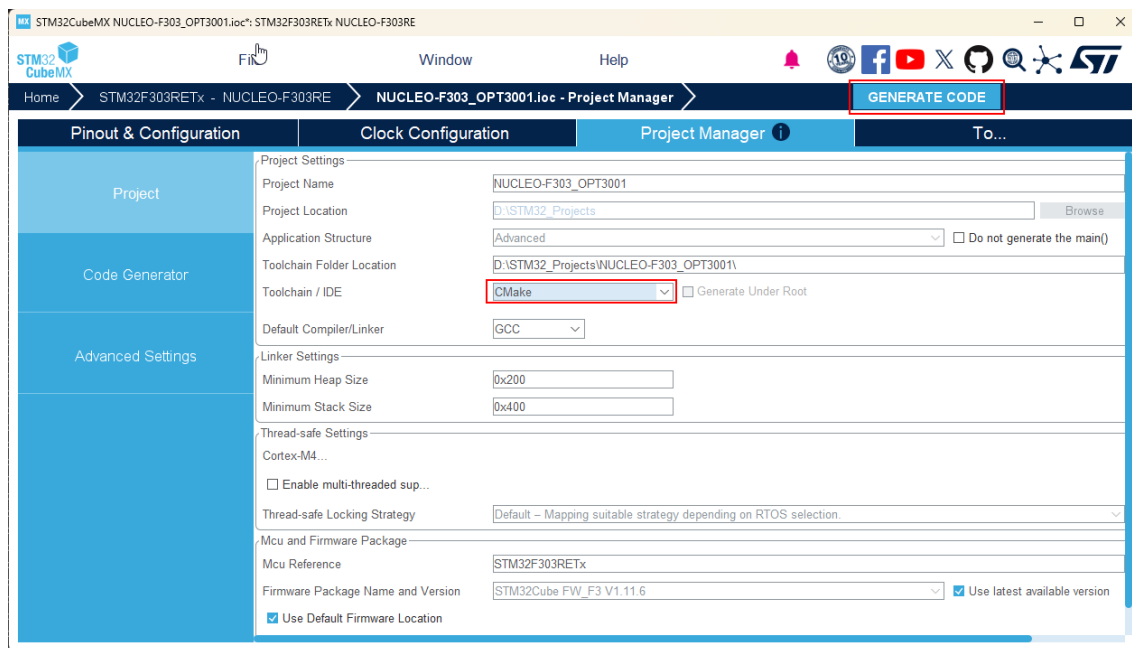

Figura 7: Parámetros de configuración del proyecto en la pestaña Project Manager.
12. En el menú lateral izquierdo, seleccione la sección **Project** y llene los campos requeridos en la ventana **Project Settings** (de la misma manera que se muestra en la figura 7):